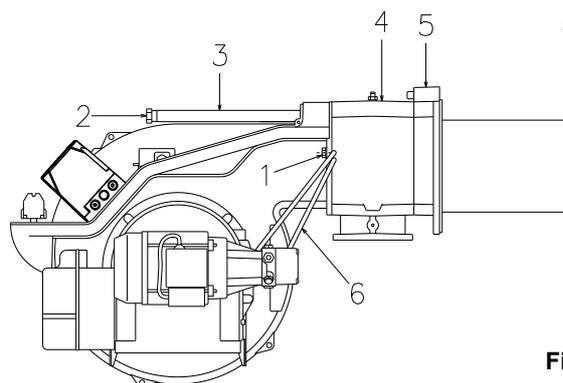

Fig. 17
- Rimontare il bruciatore sulle guide 3)(Fig. 17) a circa 100 mm dal manicotto 4), bruciatore nella posizione illustrata in Fig. 11 a pag. 17;
- inserire i cavi degli elettrodi e quindi far scorrere il bruciatore fino al manicotto, bruciatore nella posizione illustrata in Fig. 17;
- rimettere le viti 2)(Fig. 17) sulle guide 3);